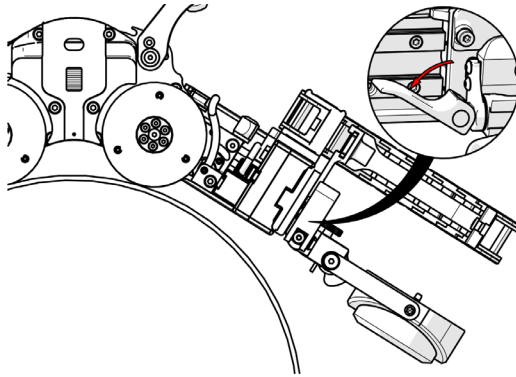

Figure 2-42 Pivotement de la tige d'indexation motorisée
1. Libérez le loquet du nez du pivot et inclinez le support de sonde vers la surface inspectée (voir la Figure 2-42 à la page 78).